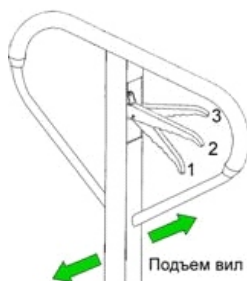

Рисунок 6. Органы управления.
Для подъема вил переведите рычаг на рукоятке (1) в положение подъема (рисунок 6). Движением рукоятки (1) или педали (2) сверху вниз происходит поднятие вил.
Для опускания вил переведите рычаг на рукоятке (1) в положение опускания или нажмите на педаль (3) (рисунок 6).